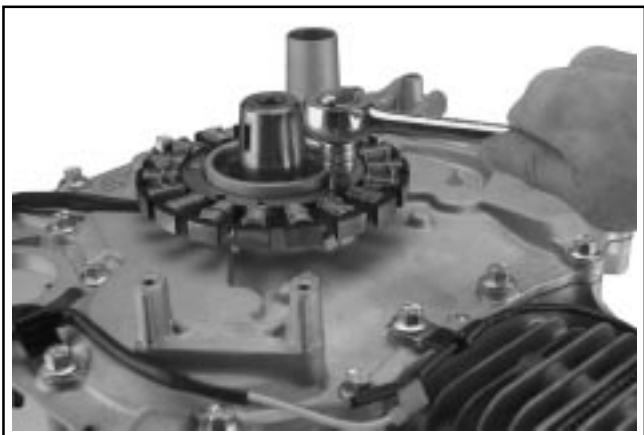

Figure 8-25. Dépose du stator.
1. Retirer les deux vis maintenant le stator sur les bossages de la plaque de fermeture. Voir la Figure 8-25.